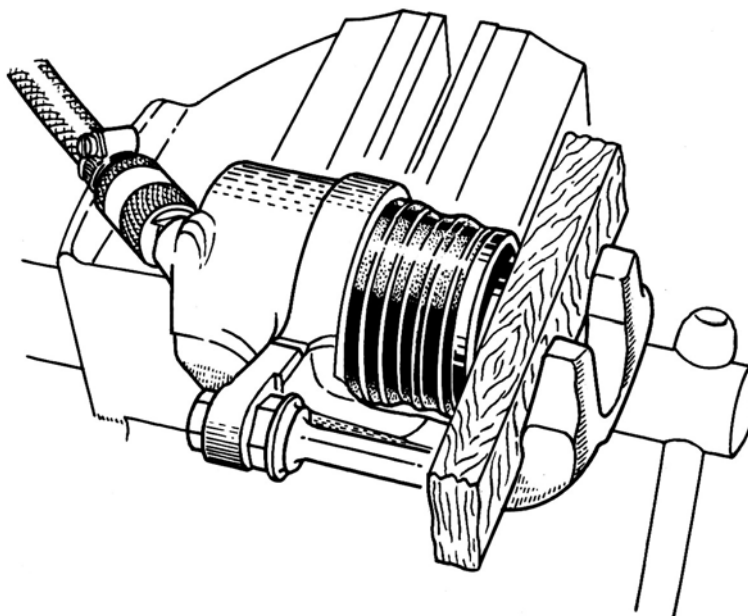

Рис. 1.13. Разборка корпуса скобы
- установить между поршнем и корпусом деревянный брусок толщиной 20-25 мм (рис. 1.13);